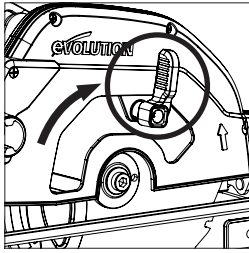

Fig. 5
- Roterar upp det lägre bladskyddet in i det övre bladskyddet med den manuella tumspaken. **(Fig. 5)**